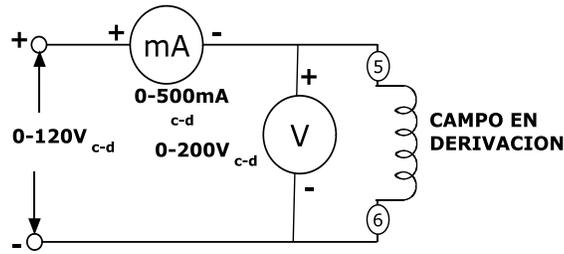

Figura 1-1.
6. A continuación medirá la resistencia de cada devanado del motor utilizando el método del voltímetro-amperímetro. Con estos datos calculará la pérdida de potencia en cada devanado. Use los **Módulos EMS de fuente de energía, medición de CD y motor/generador de CD** para conectar el circuito de la **Figura 1-1**.
a) Este es el mismo circuito que se ilustra en la **Figura 1-1**, excepto que el devanado de campo en serie sustituyó al devanado de campo en paralelo y que el medidor de 5A c-d ha reemplazado a uno de 500mA.